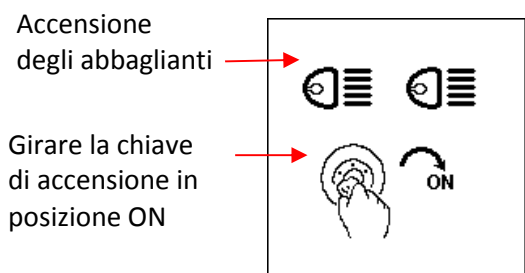
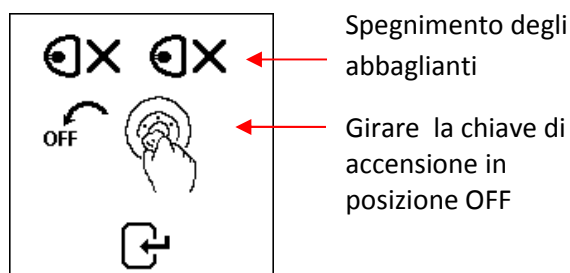

Fig.21
Fig.22
5. Se il tester ha rilevato che la batteria ha una carica superficiale, vi chiederà di portare la chiave di accensione su ON e di accendere i fari (Fig.21) per scaricare la batteria fino a passaggio successivo che mostra spegnere l'accensione e i fari (Fig.22) come mostrato sotto e poi premere  per continuare.